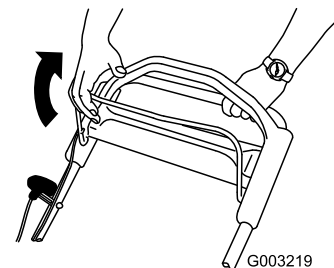

Figure 15
1. Serrez la barre de commande de la lame contre le guidon (Figure 15).